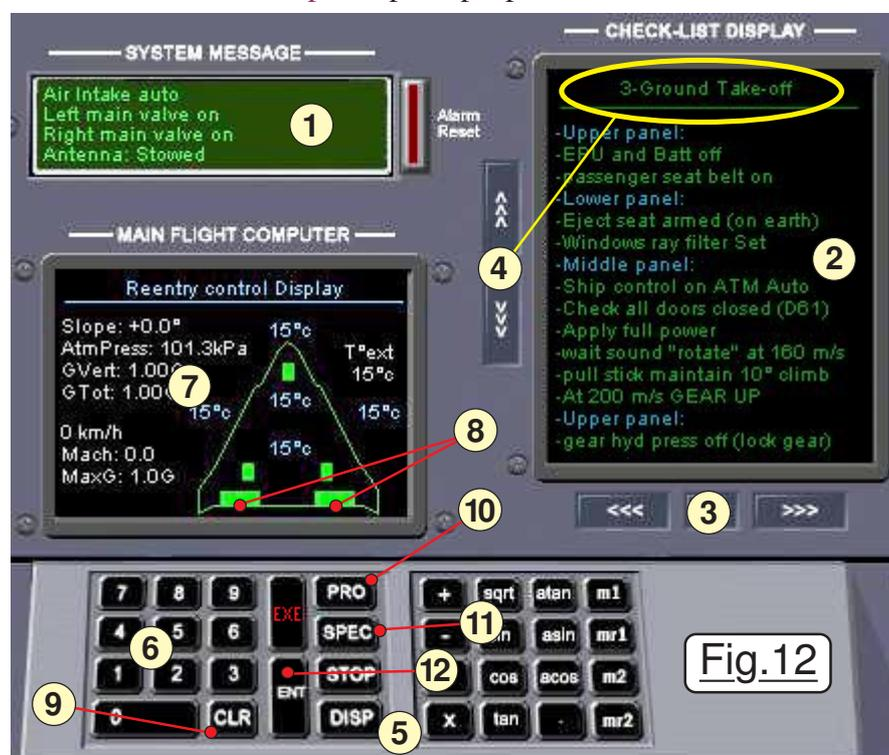

Fig.12
- Cliquer en **9** de la Fig.12 sur le bouton **CLR** pour annuler tout programme éventuellement en mémoire.
Si un programme invoqué a besoin de la valeur d'un paramètre, il faut alors le spécifier avec la touche **SPEC** du clavier du calculateur de bord montrée en **11** sur la figure 12. Quand on procède au tir d'une fusée, il faut dès le décollage orienter la trajectoire vers la direction dans laquelle sera l'orbite une fois établie. Pour nous, comme nous voulons nous placer dans le plan de l'orbite d'ISS, l'angle de tir habituel est de 42°. Mais comme nous allons décoller alors qu'ISS est sur une portion "descendante" de sa trajectoire sur la carte", il faut ajouter 180° soit un azimut de tir de 122°. Donnons cette valeur au calculateur :
**NOTE** : Pour des raisons d'immersion, on peut utiliser les touches fictives du calculateur de bord sur le tableau du DG4, comme montré sur la figure 12. Mais cette méthode peut s'avérer rapidement laborieuse. Il est aussi plus direct d'employer les touches du clavier de votre P.C, et ce quel que soit le panel en cours de visualisation, ce qui est bien pratique. Les touches du pilote automatique sont données ci-contre :